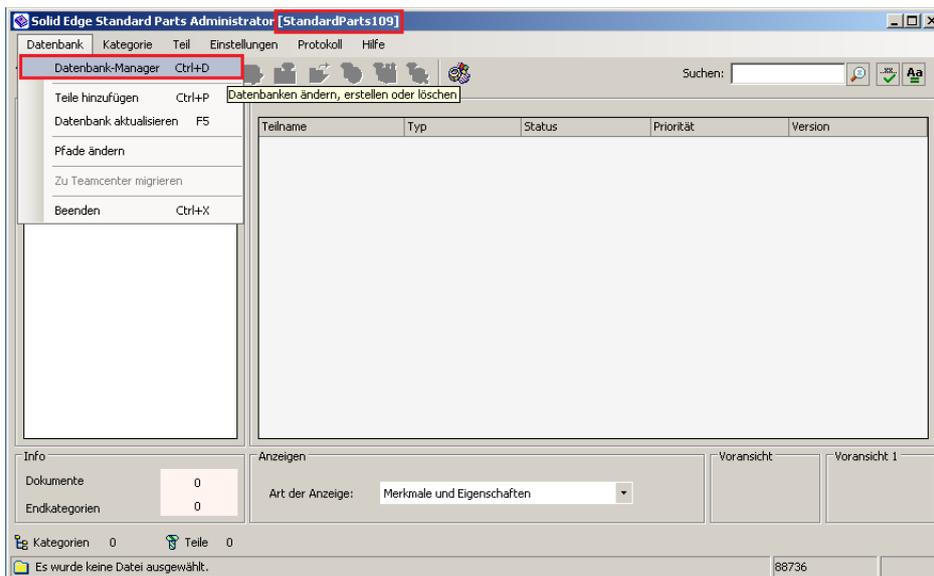

Abbildung 21
- 5.2. Stellen Sie sicher, dass die mit dem Konfigurationsassistenten erstellte Datenbank ausgewählt ist (Anzeige „StandardParts109“ in der Titelzeile, *Abb. 21*) oder wählen Sie diese über den Datenbank-Manager aus.